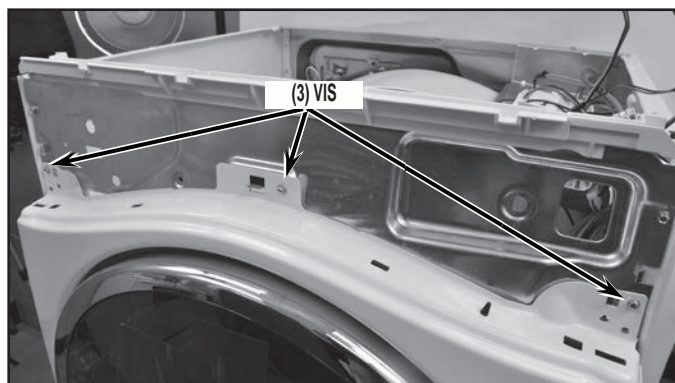

FIGURE 7
9. Ôter les trois (3) vis au sommet du panneau de façade (vis identifiées à la Figure 7).